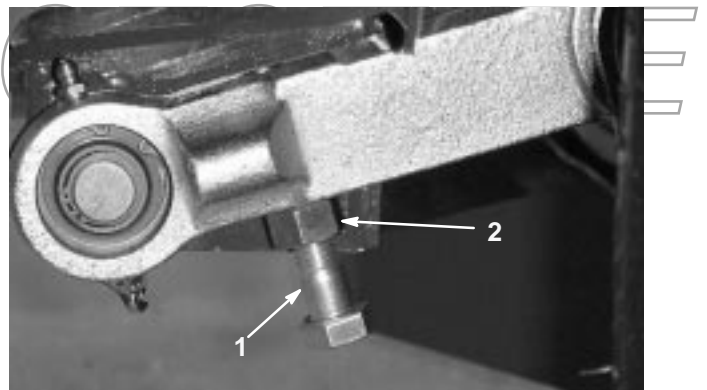

Bild 21
3. Sie können den Abstand mit der Einstellschraube am hinteren Gelenkverbindungsteil des Mähwerks einstellen (Bild 21). Lösen Sie die Klemmmutter an der Einstellschraube. Lösen oder ziehen Sie die Einstellschrauben an, bis ein Abstand von  $13 \pm 3$  mm erreicht ist. Ziehen Sie dann die Klemmmutter fest.